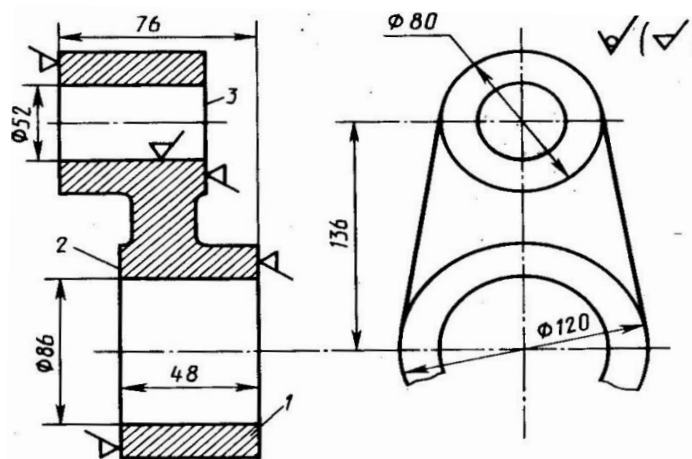

Рис. 11
2. По эскизу детали (рис. 11) разработайте эскизы элементов литейной формы, модели стержневого ящика, собранной литейной формы (в разрезе). Опишите последовательность изготовления формы методом ручной формовки. Материал детали – СЧ20.